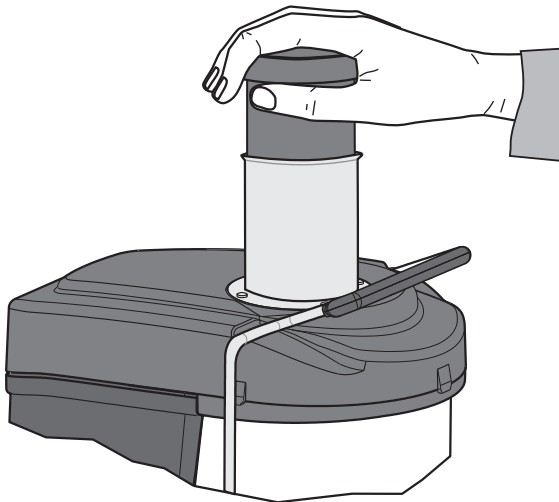

Fig. 7
- 6** En utilisant le poussoir fourni avec, pousser graduellement les fruits et/ou les légumes au bout de la goulotte d'introduction vers la râpe en rotation (voir Fig. 7). Pour avoir plus de jus, toujours pousser lentement le poussoir. Ne pas introduire de fruits et/ou de légumes lorsque le moteur est éteint.